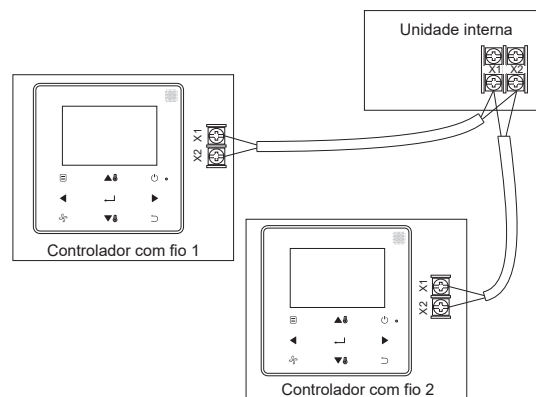

Figura 9
4. Para a IDU de CC da segunda geração, o controlador com fio principal/secundário pode ser usado para permitir que dois controladores com fio controlem uma IDU e os controladores com fio se conectam às portas X1 e X2 da IDU pelas portas X1 e X2. Não existe polaridade entre X1 e X2. Consulte a Figura 9.